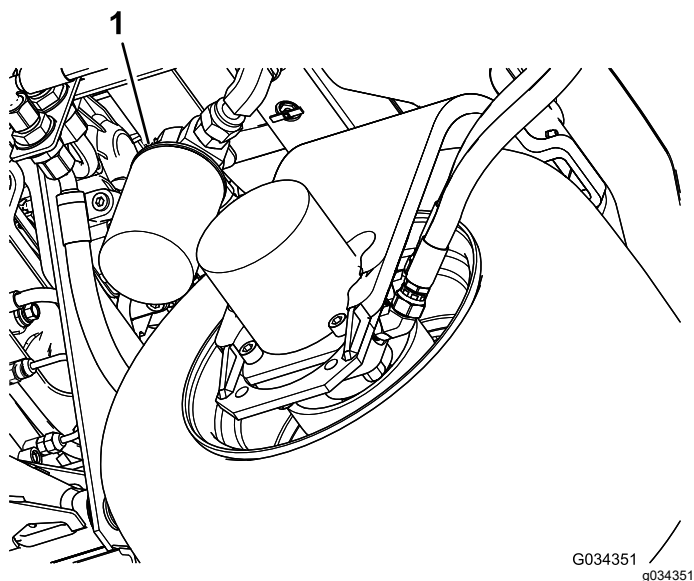

Figura 83
2. Limpie la zona de montaje del filtro. Coloque un recipiente debajo del filtro (Figura 83) y retire el filtro.